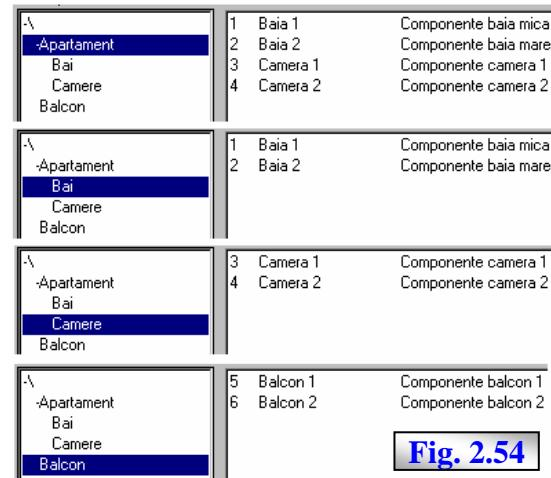

Fig. 2.54
- zona straturilor de desenare asociate fiecărui grup, fig. 2.51-d și fig. 2.54, ce conține caracteristicile specifice acestora, respectiv: identificarea numerică în câmpul “#”, identificarea prin nume în câmpul **Name**, descrierea asociată în câmpul **Comment**; bineînțeles că apariția acestora va avea loc numai după definirea prin nume a straturilor și a apartenenței lor la grupuri, subiect detaliat în cuprinsul acestui capitol; între zona **Group** și zona “d” există o asociere, în sensul autoactivării în zona “d” a straturilor asociate unui grup la poziționarea cursorului pe numele grupului în zona **Group**;
Presupunând definite straturile de desenare și asocierile acestora la grupuri după schema din fig. 2.49, în fig. 2.54 se exemplifică conținutul zonei “d”, descrise în fig. 2.51, pentru poziționarea succesivă a cursorului pe numele grupurilor din exemplul analizat.